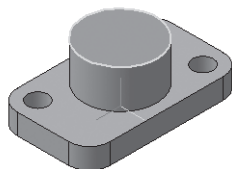

Рис. 243
- щелчком ЛКМ укажите верхнюю грань (зеленая) для последующих построений (рис. 243);